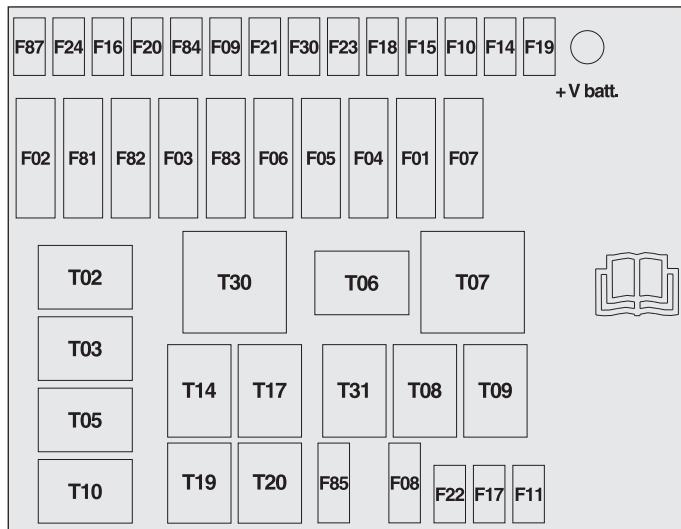

fig. 35
**Centralboks i motorrum fig. 35**